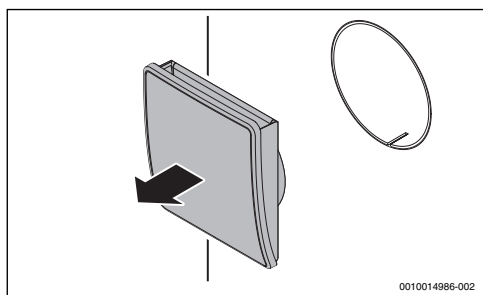

Bild 6
- ▶ Dra ur innerpanelen ur monteringsröret (→ bild 6).